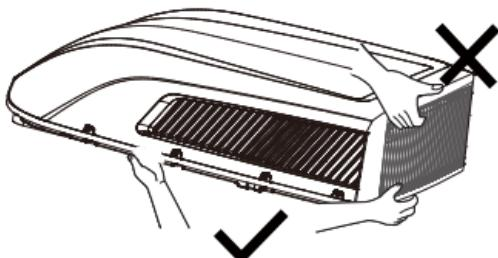

Figure 4-1
- a) Wenn Sie das Außengerät nach dem Auspacken herausnehmen,heben Sie das Luftauslassgitter auf der Rückseite desAußengehäuses nicht an (siehe Abbildung 4-1).